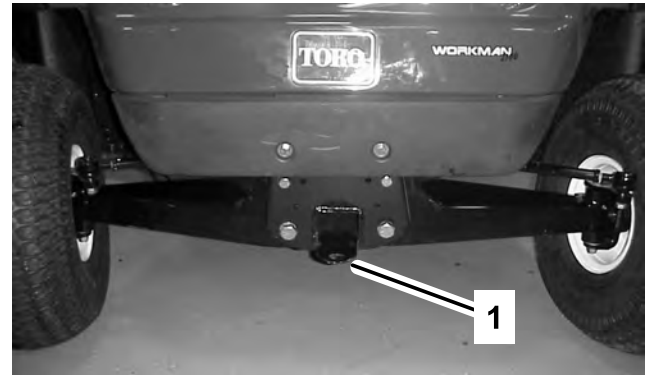

Figura 28
Deverá utilizar um atrelado para deslocar o veículo através de longas distâncias. Verifique se o veículo se encontra bem fixo ao atrelado. Consulte Figura 27 e Figura 28 para localizar os pontos de fixação do veículo.
2. Coloque uma corda de reboque no garfo que se encontra na zona dianteira do chassi (Figura 28).